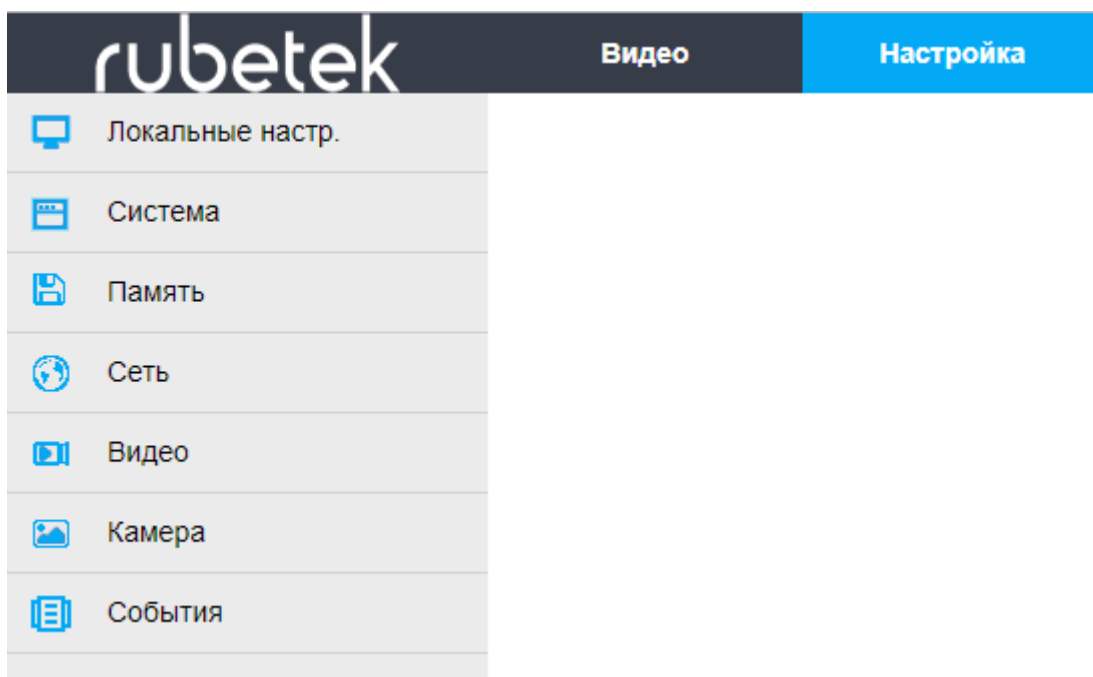

Рисунок 3.13 - Интерфейс раздела «Настройки»
14. Настройка видекамеры производится на соответствующих вкладках (Рисунок 3.13). Также возможно изменение некоторых настроек камеры по протоколу ONVIF.